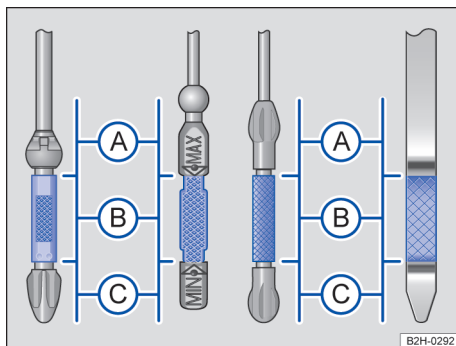

Fig. 175 Vareta de medição do óleo do motor com marcas de nível de óleo do motor.
Em caso de alta demanda do motor, o nível do óleo do motor deve estar na área permitida → Fig. 175 (B), por exemplo, em longas conduções por estradas durante o verão, na condução com reboque → Página 184 ou durante travessias de montanhas.
7. Retirar novamente a vareta de medição do óleo do motor e ler o nível no óleo do motor na vareta de medição da seguinte maneira → Fig. 175:
13. No final do processo de reabastecimento, o nível do óleo do motor deve estar, ao menos, no meio da faixa → Fig. 175 , mas nunca acima disso → .
14. Se tiver sido reabastecido muito óleo do motor acidentalmente e depois o nível de óleo do motor estiver na faixa → Fig. 175 , **não ligar o motor** e notificar uma Concessionária Volkswagen ou uma empresa especializada.
- Não ligar o motor se o nível do óleo do motor estiver na faixa → Fig. 175 (A), notificar uma Concessionária Volkswagen ou uma empresa especializada. Caso contrário, o catalisador e o motor podem ser danificados!
O nível do óleo do motor não deve, em nenhuma hipótese, estar acima da faixa → Fig. 175 (B). Caso contrário, o óleo pode ser aspirado pelo dispositivo de ventilação do cárter e chegar à atmosfera por meio do sistema de escape.